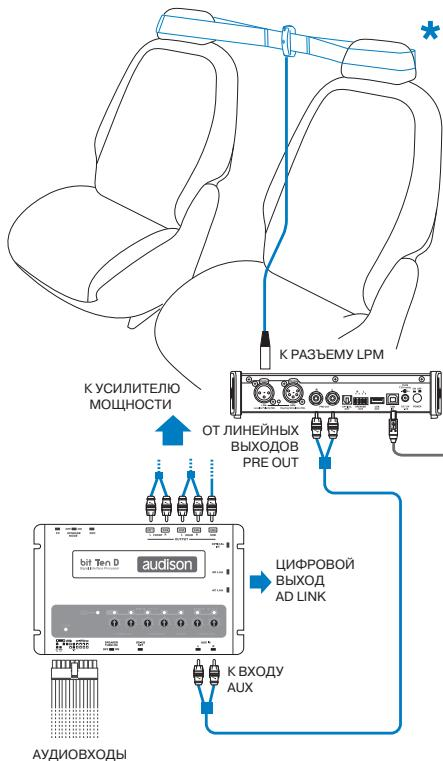

Рис. 1: Подключения с аудиопроцессором bit Ten (D)
#### 1. Подключите bit Tune к аудиопроцессору bit Ten (D) (рис. 1) или bit One (рис. 2).